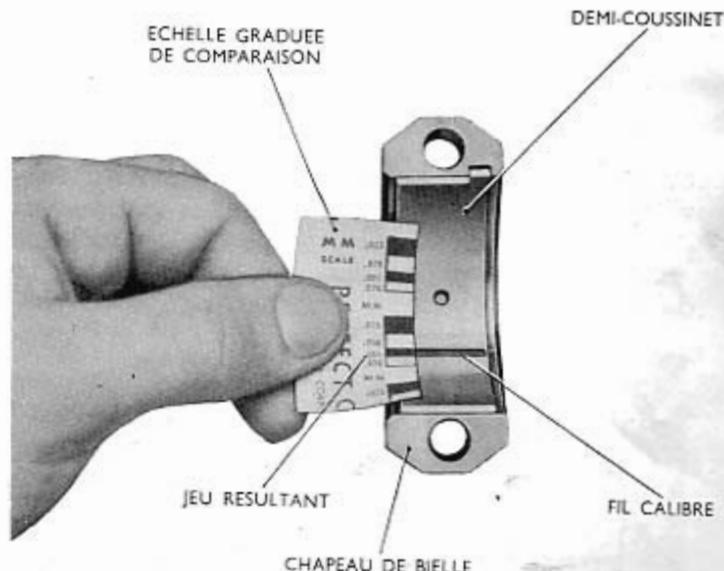

Fig. 41 - Comment on vérifie le jeu entre les demi-coussinets de bielle et les manetons, en comparant la largeur du fil calibré écrasé.
- démonter le chapeau: le fil calibré restera plaqué au demi-coussinet ou bien au maneton; il aura pris une forme de section rectangulaire par suite de l'action d'écrasement subie pendant le serrage du chapeau (fig. 41);
- déterminer le jeu existant entre le coussinet et le maneton, en comparant la largeur prise par le fil calibré, au point de son plus fort écrasement, avec la graduation de l'échelle reportée sur l'enveloppe du fil lui-même (fig. 41): les chiffres sur l'échelle indiquent le jeu d'appairage en millimètres.